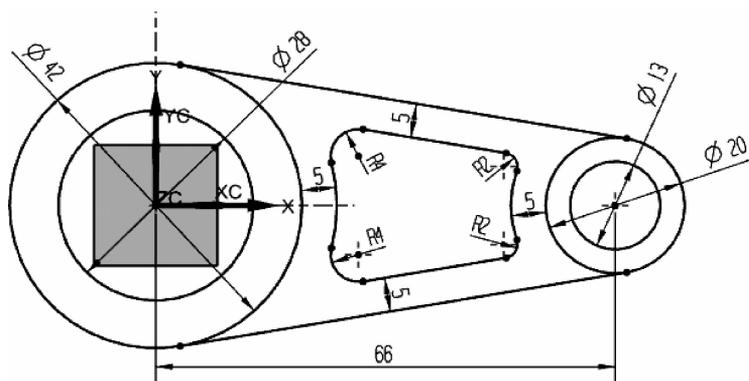

图 2-37 创建倒圆角
(7) 创建倒圆角。在“草图”工具条中单击  图标, 分别将倒圆角设置为 $R2$ 和 $R4$, 如图 2-37 所示。